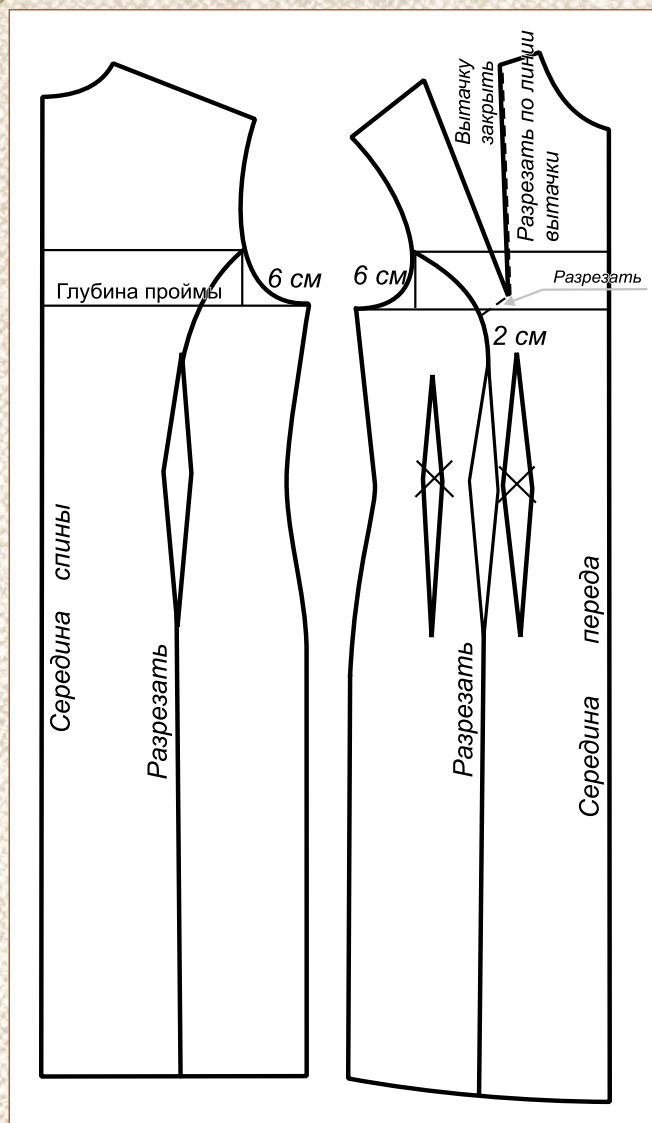

Рис. 146. Моделирование рельефных швов «принцесса»
На передней половинке платья перенести нагрудную вытачку на линию бока платья (рис. 146). (Подробнее см. на стр. 178.)
2. Передвинуть талевую вытачку на передней половинке платья на 2 см, а по спинке платья — на 3 см к линии бока (рис. 146). Вторую талевую вытачку на передней половинке платья убрать.
3. По лекалу начертить рельефы переда и спинки платья (рис. 146).